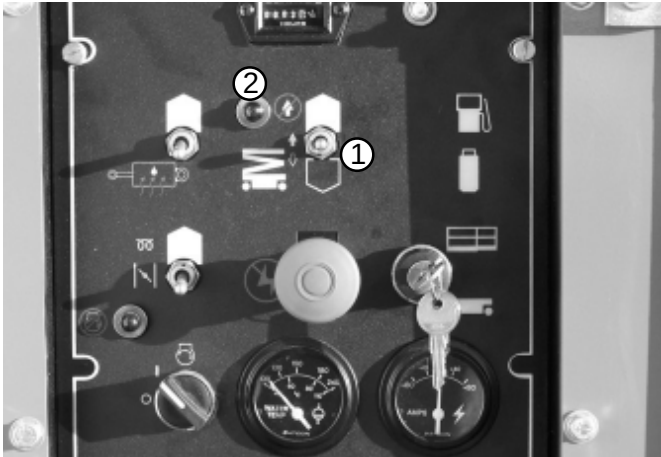

Fig. 8.9
2. För att höja plattformen, för manöverbrytaren för plattform Upp/Ned (1), uppåt och håll kvar den se fig. 8.9).